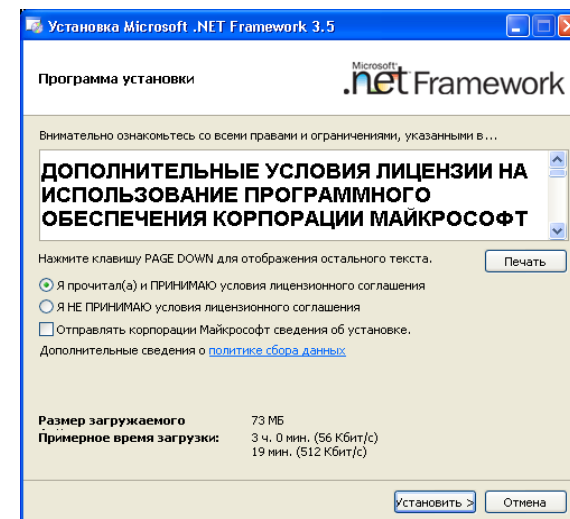

Рисунок 7.3
2) На екрані з'явиться вікно (рисунок 7.3).